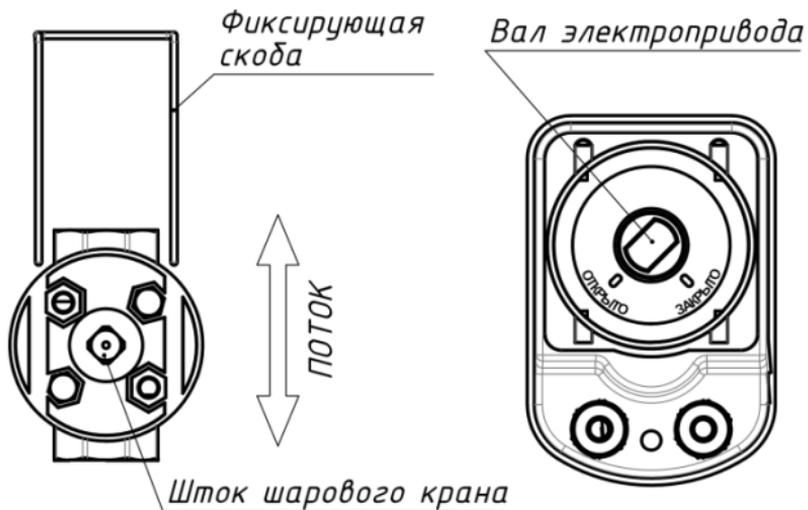

Рисунок 1. Ориентация вала шарового крана и вала электропривода Winner Zigbee и Winner Wi-Fi.
- 1) Перед установкой быстроразъёмного соединения необходимо правильно сориентировать шток шарового крана и вал электропривода. Кран должен находиться в открытом состоянии. Продольная риска на штоке шарового крана должна располагаться вдоль движения потока. Вал электропривода должен находиться в положении **ОТКРЫТО** (рис. 1).